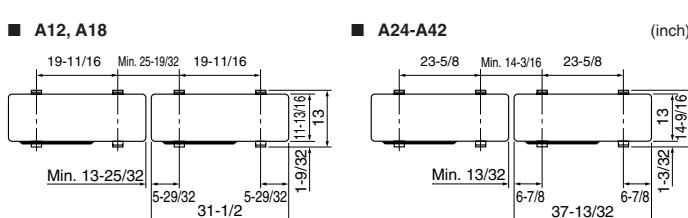

Fig. 3-1
- Bien installer l'appareil sur une surface solide et de niveau, de façon à éviter tout bruit de cricelle pendant le fonctionnement. (Fig. 3-1)